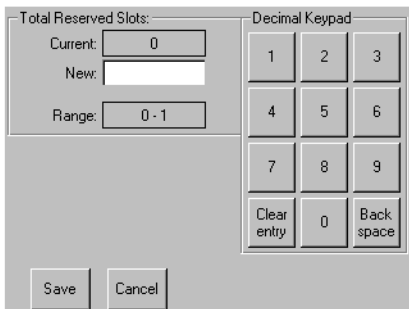

Abbildung 3-7. Ziffernblock für reservierte Fächer
3. Drücken Sie auf das zugehörige Feld neben der Option *Total Reserved Slots*. Ein Ziffernblock wird angezeigt (siehe Abbildung 3-7).